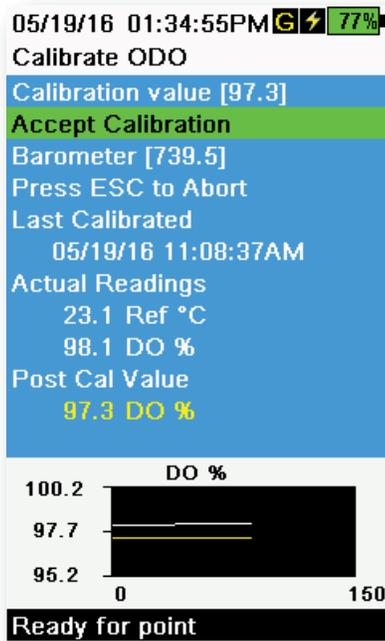

Figura 51 Calibración del porcentaje de ODO
6. Observe las lecturas reales de la estabilidad (la línea blanca en el gráfico no muestra ningún cambio significativo durante 40 segundos). Luego, seleccione **Accept Calibration** (Aceptar calibración) (Figura 51). En el área de mensajes aparecerá: "Calibration successful!" (¡Calibración con éxito!)